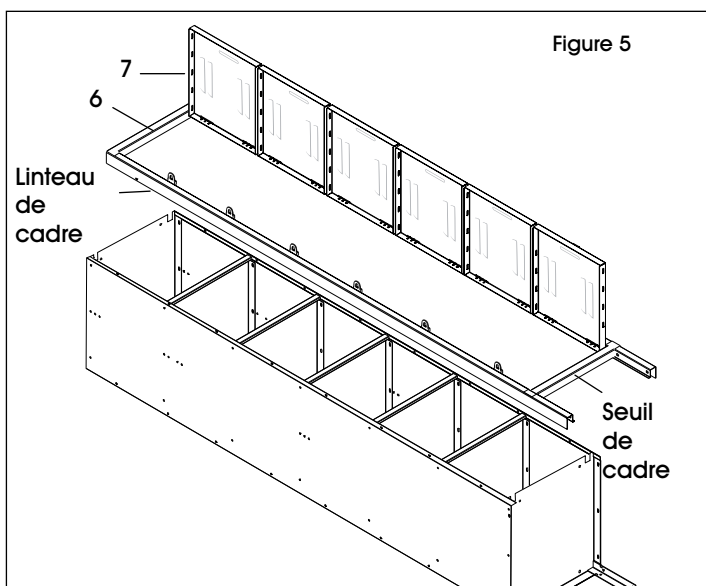

Figure 5
6. Placez la porte et le cadre (6 et 7) sur le corps du casier. Fixez le dessus au linteau de cadre et le bas au seuil du cadre (un boulon chacun). (Voir Figure 5) Si vous raccordez une unité à une autre unité connexe, passez à la section JOINDRE DES UNITÉS.